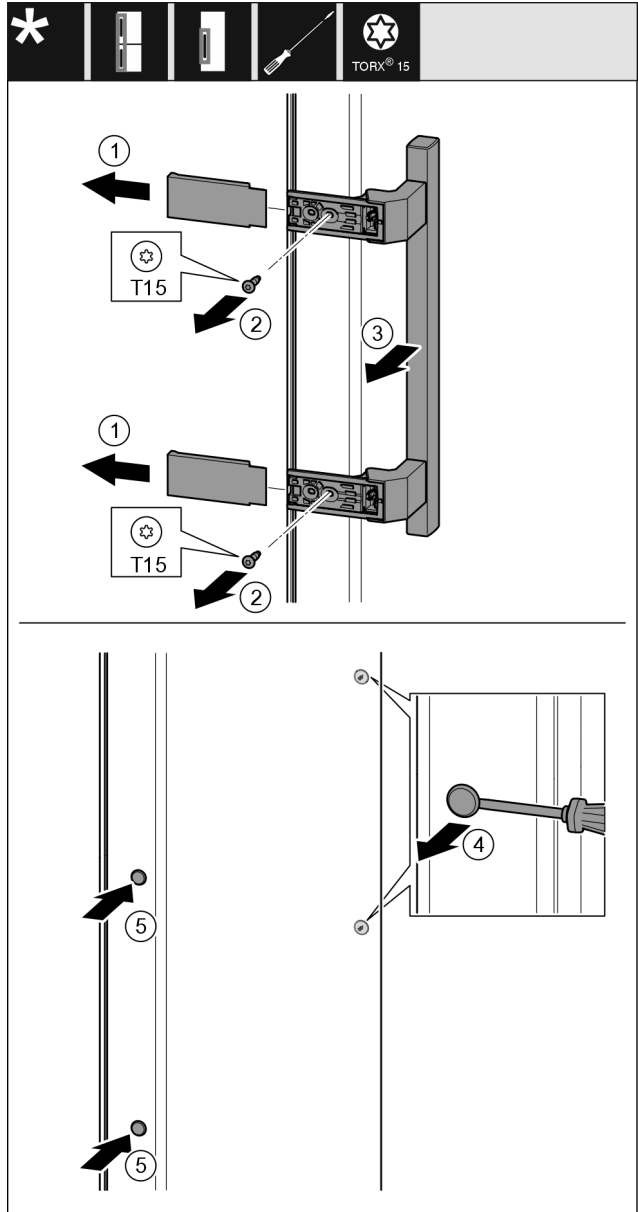

Fig. 18
- ▶ Húzza le a fedelet Fig. 18 (1).
- ▶ Tekerje ki a csavarokat Fig. 18 (2) csavarhúzóval.
- ▶ Vegye le a fogantyút Fig. 18 (3).
- ▶ Óvatosan emelje meg és húzza ki az oldalsó dugót Fig. 18 (4) lapos csavarhúzóval.
- ▶ Tegye vissza a dugót Fig. 18 (5) a másik oldalra.